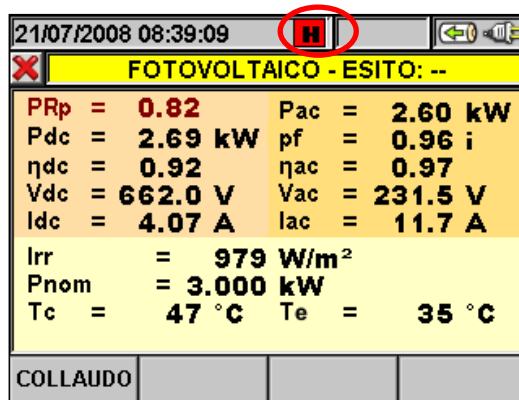

Fig. 4: Activação da função HOLD no display
- ✓ **HOLD**: Função que bloqueia/desbloqueia a actualização, em tempo real, dos valores em todos os ecrãs mesmo durante o decorrer uma gravação. O símbolo "H" aparece no display sempre que se pressiona este botão, como se mostra na Fig. 4: